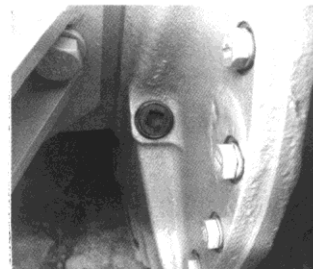

Рис. 6-6.
1. Проверьте уровень масла в картере конечной передачи (см. рис. 6-6)